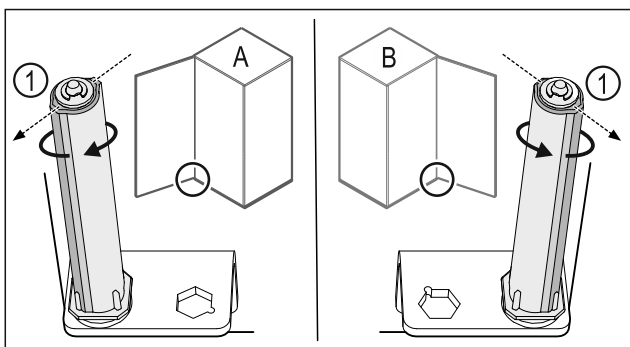

Fig. 41 Opritorul din stânga (A) / opritorul din dreapta (B)
- ▶ Rotiți sistemul de închidere până la rezistență, până când pragul sistemului de închidere Fig. 41 (1) este orientat spre exterior.